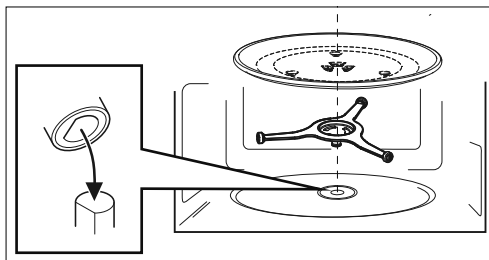

Fig. 4 : Utilisation de l'entraîneur de plateau et du plateau tournant
- ▶ Placez ensuite le plateau tournant au centre de l'étoile rotative (voir figure 4), de sorte que les rails du plateau se trouvent entre les logements de l'étoile rotative.